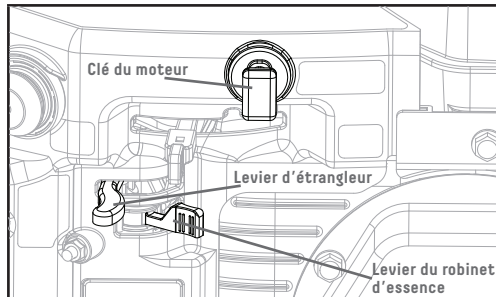

Figure 11A
1. Assurez-vous que la clé de sécurité du moteur est insérée dans le trou pour clé (figure 11A).
2. Mettez le levier du robinet d'essence à la position ON (ouvert) (figure 11A).
- a. Pour démarrer un moteur froid, déplacez le levier de l'étrangleur sur la position Choke (étrangleur) (figure 11A).